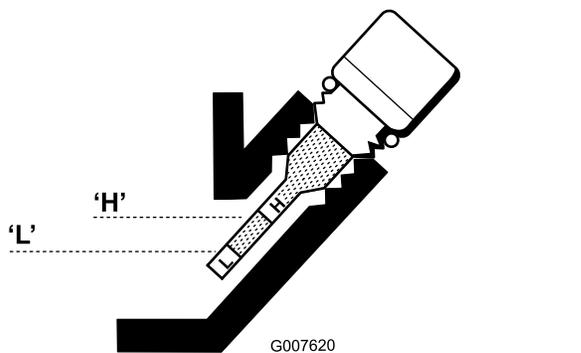

图35
6. 如果油位较低、请添加足够的机油、使油位升到量油尺的“H”与“L”标记之间图35。检查机油油位。